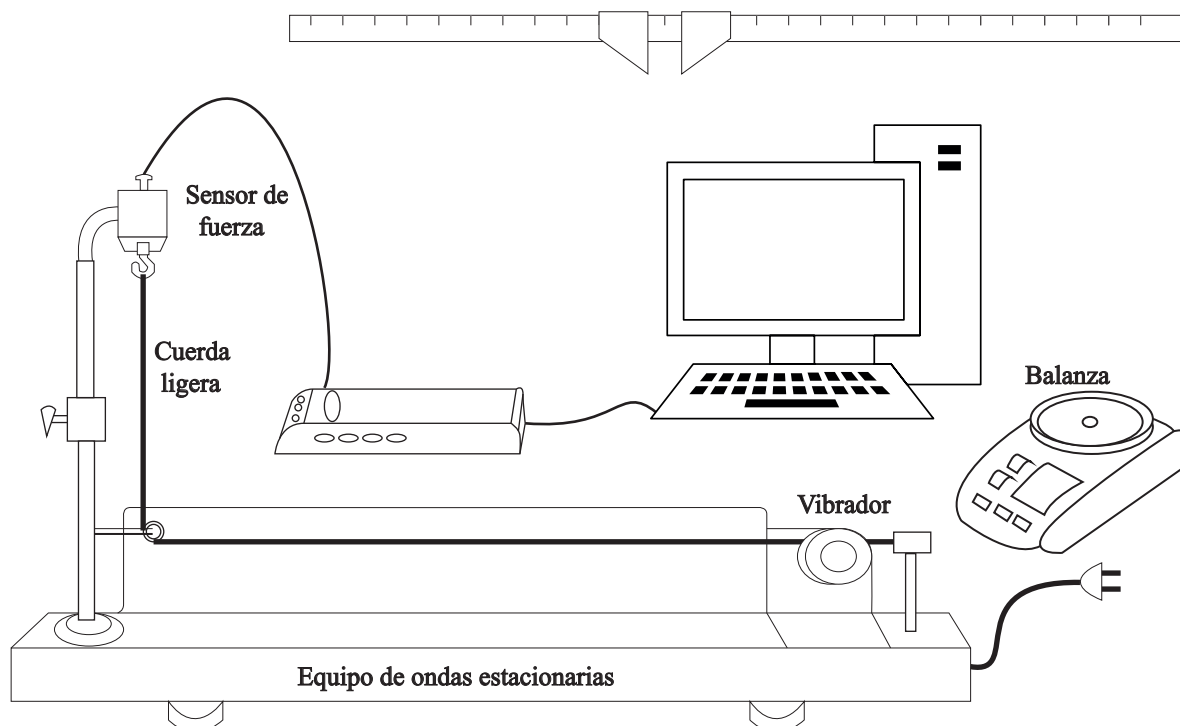

Figura 6.4: Esquema de montaje para ondas estacionarias, procedimiento 2
1. Colocar el sensor de fuerza como se muestra en la Figura 6.4